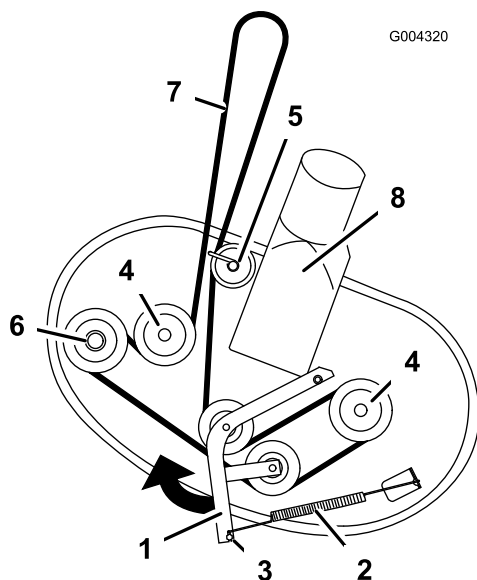

Figura 59
4. Allentate il dispositivo di fissaggio che fissa il paracinghia alla puleggia posteriore (Figura 59).
5. Tirate il braccio di rinvio nel senso riportato nella Figura 59, e togliete la cinghia dalle pulegge.
- Montate la nuova cinghia attorno alla puleggia del motore ed a quelle del tosaerba (Figura 59). Montate la nuova cinghia sotto il guidacinghia e attorno alla puleggia posteriore.
- Tirate la puleggia tendicinghia nel senso riportato nella Figura 59, e montate la cinghia sul braccio di rinvio e sulle pulegge del mandrino (Figura 59).
- Serrate il dispositivo di fissaggio che fissa il paracinghia alla puleggia posteriore (Figura 59).